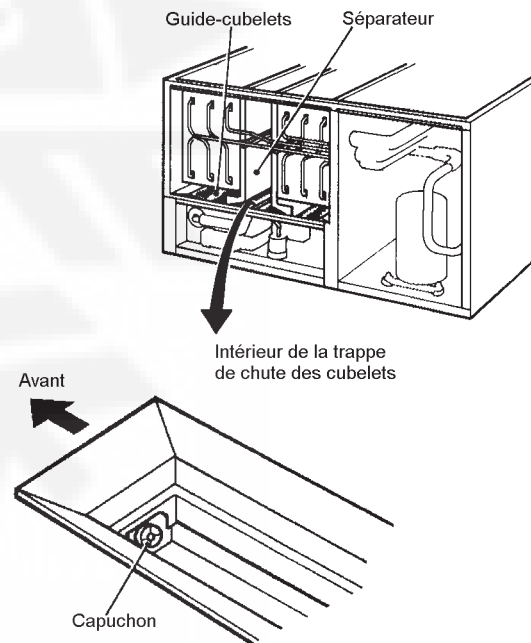

Fig. 7
8. Déposez le panneau d'isolation. Déposez le capuchon qui se trouve dans la partie inférieure avant de la trappe d'évacuation de glace. Vidangez le réservoir d'eau pour évacuer toutes particules détachées. (Voir Fig. 7).
- 4) Toutes les bandes adhésives, cartons et éléments de conditionnement ont-ils été enlevés du distributeur ? Les guides des cubes sont-ils dans leur position correcte ? Les séparateurs sont-ils bien fixés à leurs pinces de support ? Voir Fig. 7.